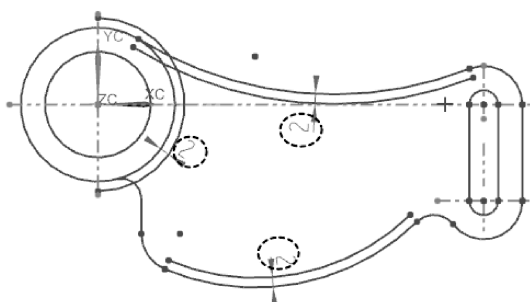

图 2-84 创建 3 条等距曲线
- 单击【偏置曲线】按钮, 偏移出如图 2-84 所示的内部轮廓中的中间线段。